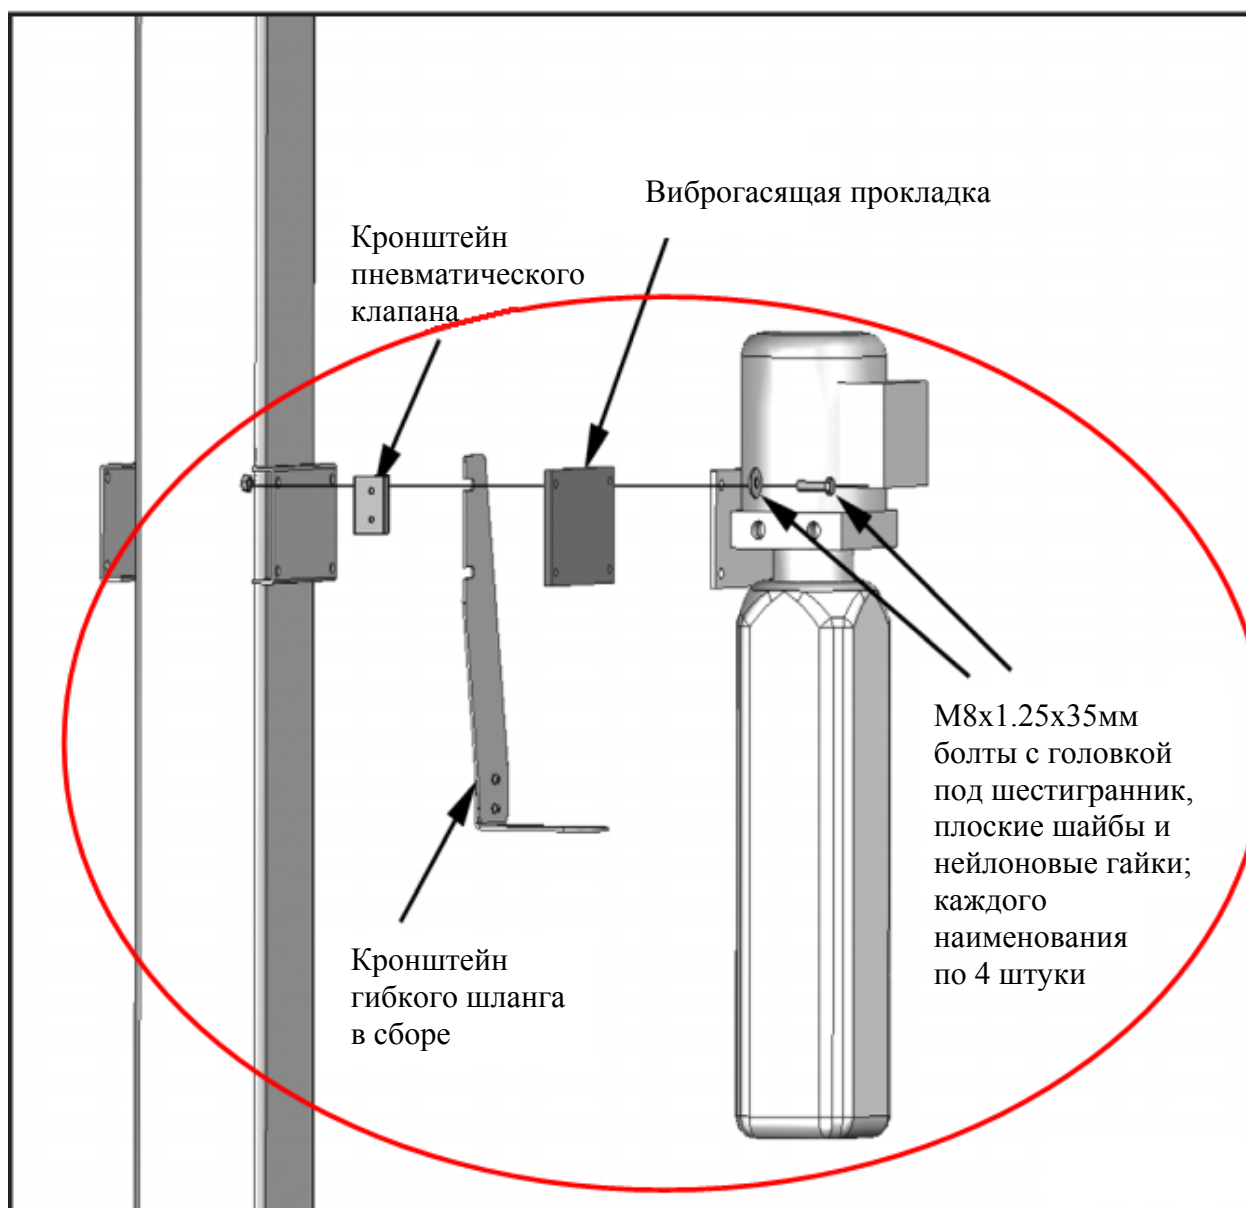

Рис. 9.1
1. Закрепите гидроагрегат на кронштейн, используя болты М8 с головкой под шестигранник и нейлоновые гайки. Залейте необходимое количество (прим. 4 л.) рекомендованной гидравлической жидкости НW-32 (см. рис. 9.1).